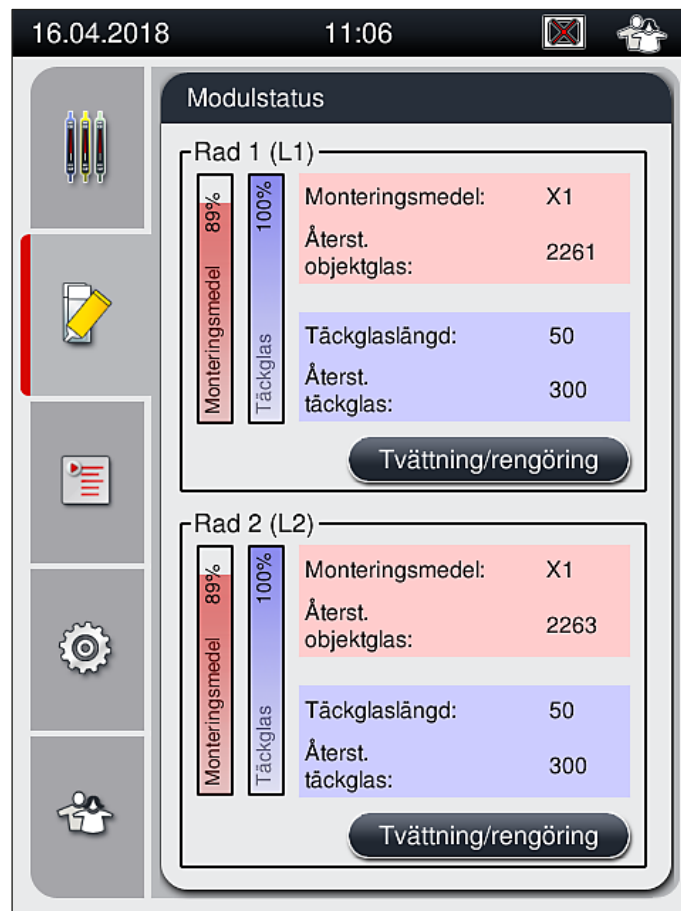

Bild 53
10. De nyinsatta flaskorna med monteringsmedel känns av med hjälp av instrumentets programvara och **Modulstatus** (→ Bild 53) uppdateras.